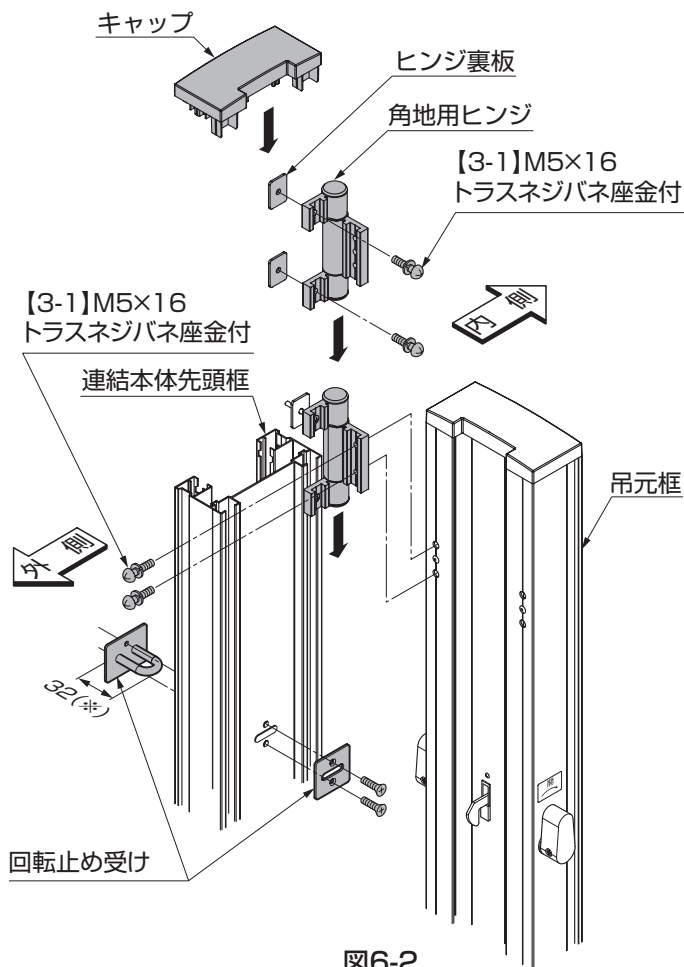

図6-2
- ① 連結本体先頭框の内側のスリット部分に角地用ヒンジを2個挿入し、吊元框に固定してください。(図6-2参照)
- ② 連結本体先頭框の上端と吊元框の上端を合わせ、連結本体先頭框に【3-1】で固定してください。(図6-2参照)
- ③ 回転止め受けのネジを外し、連結本体先頭框にはさむように取付けてください。(図6-2参照)
- ④ (1)で外した連結本体先頭框のキャップを取り付けてください。(図6-2参照)